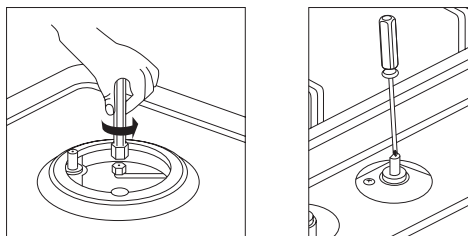

Рис. 9
- снимите ручку управления и вращайте ее регулировочный винт (расположен внутри ручки газового крана). Для уменьшения пламени – закрутите винт, для увеличения – ослабте. (Рис. 9).
Горелка гаснет при установке рукоятки в положение «Слабое пламя»	<ul style="list-style-type: none"><li>– Отверстия в горелке не забиты.</li><li>– Вокруг нет сильных сквозняков.</li><li>– Минимум подачи газа установлен корректно (см. Рис.9 и раздел «регулировка минимального пламени»).</li></ul>